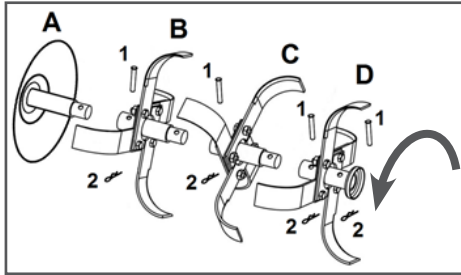

Рис. 5 Установка правых фрез
4. Установите собранные фрезы на выходной вал коробки передач, закрепите их пальцами 1 и шплинтами 2 (Рис. 5). После установки крайней внешней фрезы (например, В) установите диск защиты растений А и закрепите его пальцем 1 и шплинтом 2 (Рис. 5). Для примера на Рис. 5 показана установка правых фрез.